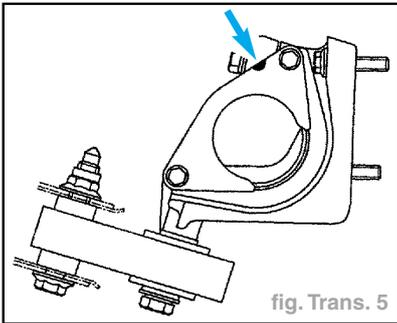

fig. Trans. 5
**Nota :** Vérifier que l'encoche de la plaque de retenue du roulement soit en haut (fig. Trans. 5).
**Nota :** Vérifier que l'encoche de la plaque de retenue de roulement soit en haut (fig. Trans. 5). Il est recommandé de remplacer systématiquement le joint à lèvres de sortie de différentiel.